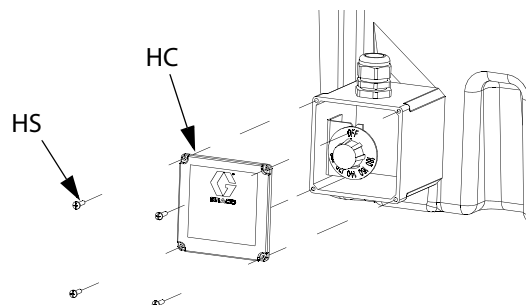

Рис. 13. Крышка погружного нагревателя
9. Установите крышку погружного нагревателя (НС) при помощи винтов (HS). См. Рис. 13.
10. Откройте люк распределительной коробки и удалите соответствующую заглушку провода нагревателя. Установите кабельный ввод втулки (302). Проведите кабель питания (303) через кабельный ввод.